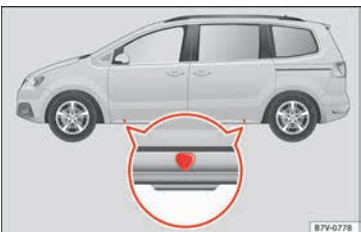

Fig. 70 Puntos de apoyo del gato.
El gato sólo se debe colocar en los alojamientos indicados (marcas en la carrocería) » **fig. 70.** La marca indica la posición de los puntos de apoyo **debajo** del vehículo. Los puntos de apoyo se encuentran en los nervios situados **detrás** de los cantos delanteros
6. Busque debajo del vehículo el punto de apoyo para el gato » **fig. 70** que se encuentre más próximo a la rueda que vaya a cambiar.